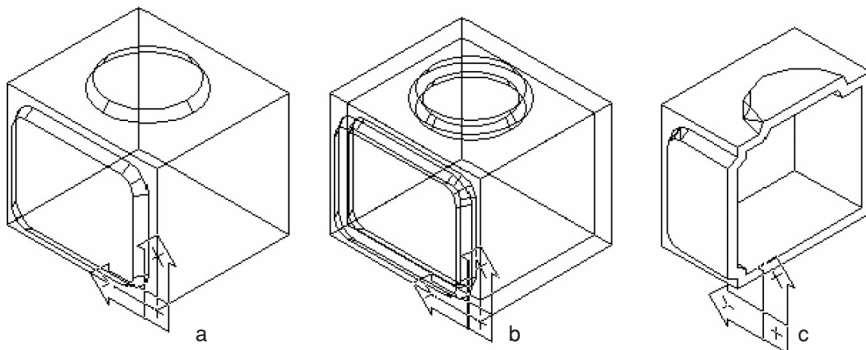

Fig. 9.51 Reliefarea și separarea fețelor solidului
- Se folosesc obiectele imprimate pentru a fi reliefate pe fețele respective – vezi Fig. 9.51, a. Din meniul **Modify** se alege comanda **Solids Editing**, opțiunea *Extrude faces*.
- Se creează un perete despărțitor, la o distanță de 10 unități – Fig. 9.51, b. Din meniul grafic **Solids Editing**, se alege comanda **Shell**.
- Pentru a vizualiza interiorul obținut, se folosește comanda **Slice**, secționând solidul cu un plan paralel cu planul ZOY al UCS-ului curent – vezi Fig. 9.51, c.